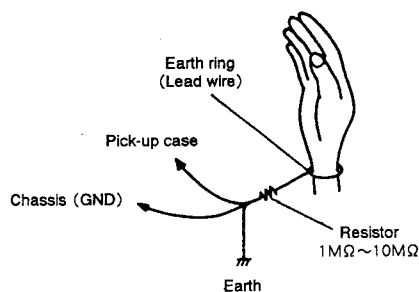

Fig. 4-1
- Before servicing the pickup assembly be sure to prevent electrostatic-inducer destruction by grounding not only test equipment in use but also yourself as shown in Fig. 4-1.
- ピックアップ ASSY を取り扱う場合は、測定器などに確実なアースを取ると共に、人体アースを行ない、静電破壊を十分防止してください。(Fig. 4-1)